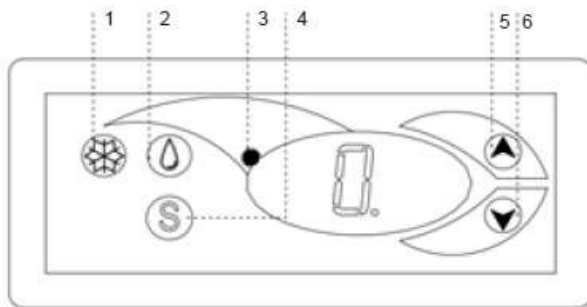

Abb. 6 Thermostat MRT - IGLOO
Bain-Marie dient. Dieser Regler kann mit einem akustischen Signal oder einem Lichtsignal ausgestattet sein, das den Betriebszustand des Speisewärmers signalisiert. Auf dem Steuerpanel sind Kontrollleuchten angebracht, die über den Wasserstand informieren – siehe Abb. 6 (466). Einzelheiten finden Sie in den „TECHNISCHEN DATEN“.